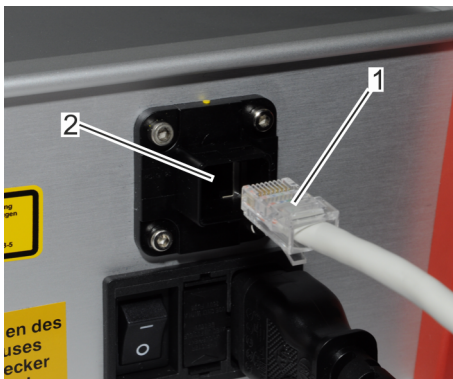

Abb. 10: Netzkabel anschließen
1. ➤ Mitgeliefertes Netzkabel (Abb. 10/1) in den Netzwerkanschluss der Auswerteeinheit (Abb. 10/2) stecken und mit dem Computer verbinden.